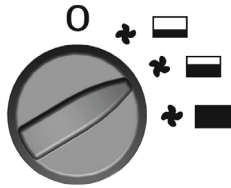

FIG. 2
- **Fig.: 2** – Gemiddelde capaciteit